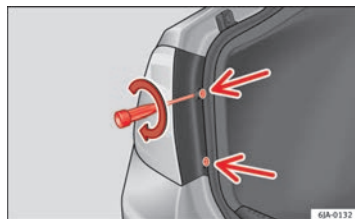

Fig. 161 Montar a unidade traseira
- Com a chave de fendas fornecida ou uma chave Torx 20 (T20) aparafusar (girando para a direita ⇒ Fig. 161) os dois parafusos de fixação da zona frontal do farolim. ■